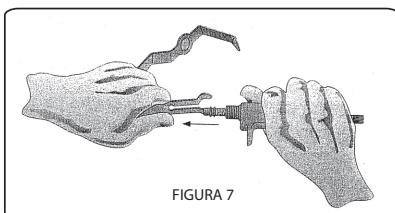

FIGURA 7
- 4 Retirar el filtro. Ayudarse del guardamanos si es necesario (figura 7). Limpiarlo con el disolvente adecuado.